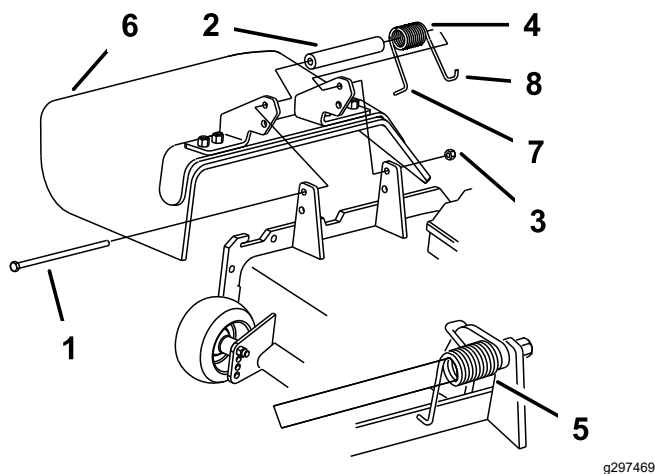

Figura 30
2. Retire a porca de bloqueio, o parafuso, a mola e a cunha que fixam o defletor aos apoios de articulação (Figura 30). Se o defletor de relva estiver danificado ou gasto, retire-o.
Nota: Certifique-se de que a extremidade em L da mola está montada por trás da extremidade da unidade de corte antes de colocar o parafuso como se mostra na Figura 30.
4. Coloque o parafuso e a porca. Coloque a extremidade em gancho J da mola em torno do defletor de relva (Figura 30).